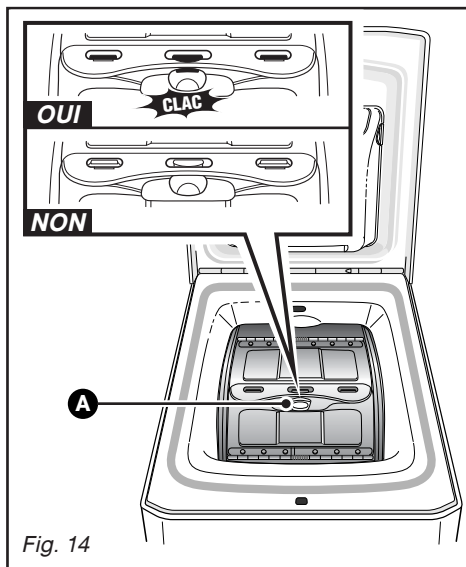

Fig. 14
**A** situé sur le portillon avant (Fig. 14).
**Vérifiez que les trois crochets et le liseré du poussoir sont bien visibles (Fig. 14).**